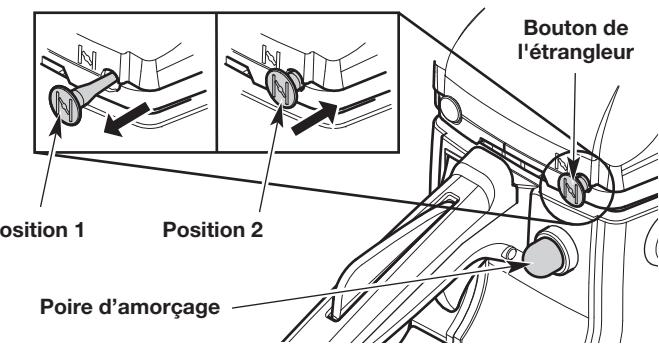

Fig. 4
6. Lentement, pressez puis relâchez **10 fois** de suite la poire d'amorçage (Fig. 4). Si vous ne voyez pas de carburant dans la poire d'amorçage, pressez et relâchez la poire jusqu'à ce que du carburant soit visible.
7. Tirez le bouton de l'étrangleur en **position 1** (Fig. 4).
11. **NE TOUCHEZ PAS** à la commande des gaz. Poussez le bouton de l'étrangleur en **position 2** (Fig. 4).